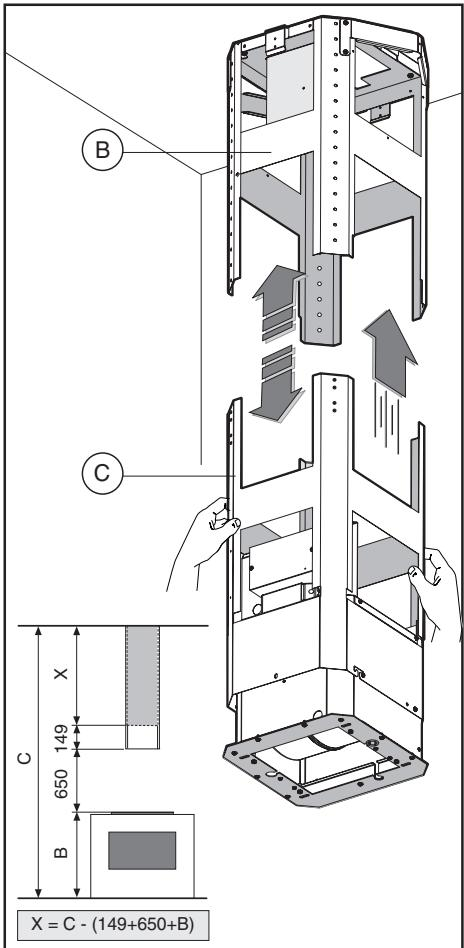
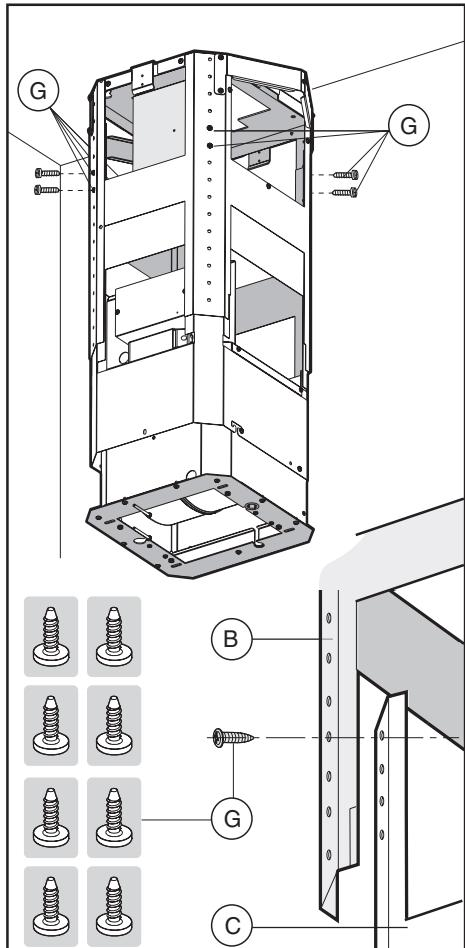

Fig.6
Fig.7
- Установить нижнюю часть телескопической структуры **C** на верхнюю **B** (рис.6)
Во избежание царапин на верхнем камине, необходимо сначала отрегулировать высоту, ссылаясь на указания на рис.6, и зафиксировать ее с помощью 8 поставляемых болтов **G** (рис.7)